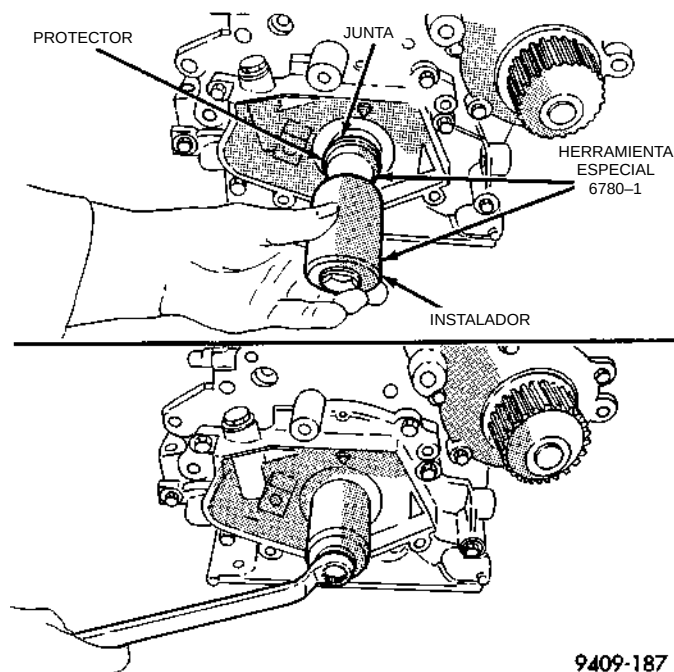
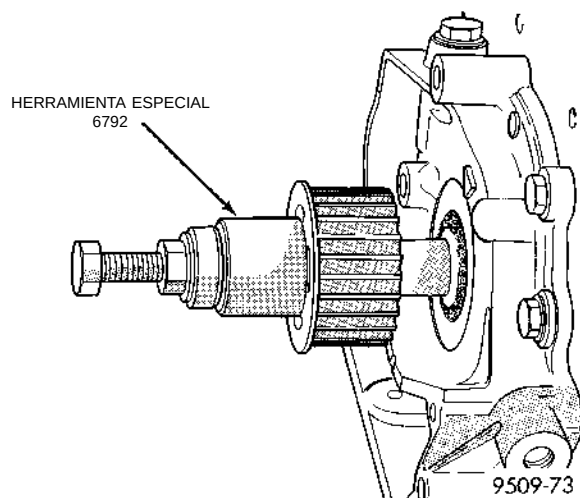

Fig. 59 Junta de aceite delantera del cigüeñal—Instalación
Fig. 60 Rueda dentada del cigüeñal—Instalación
(1) Instale la junta nueva utilizando la Herramienta 6780-1 (Fig. 59).
(2) Coloque la junta en la abertura con el muelle de junta apuntando hacia el interior del motor. Instale la junta hasta que quede al ras con la tapa.
(3) Instale la rueda dentada del cigüeñal (Fig. 60). Utilice la Herramienta especial 6792.